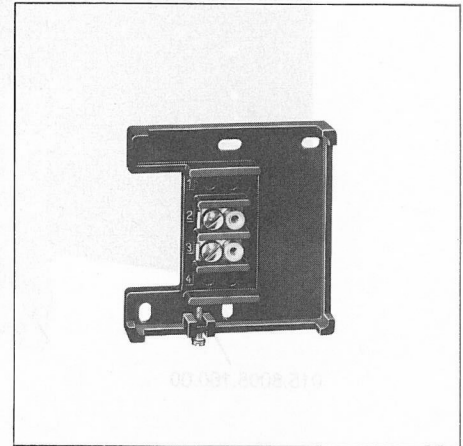

Bild 10 FB3 / RFS 2 geöffnet
**Montage:** (Bild 10) Grundplatte nach Lösen der Befestigungsschraube abziehen und an der vorgesehenen Montagestelle befestigen. Die beiden Anschlußdrähte anklemmen, Oberteil aufstecken und Befestigungsschrauben wieder anziehen.